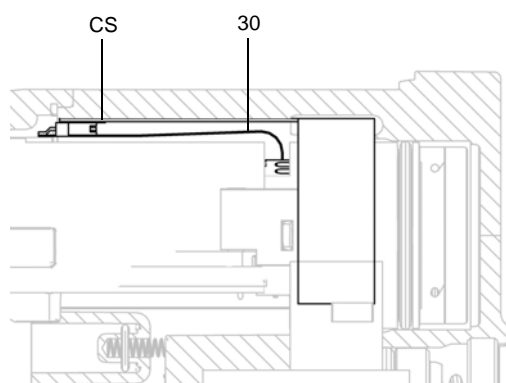

Fig. 37. Podłączyć obwód elastyczny
5. Aby oddzielić zasilacz (7) od turbiny (8), należy odłączyć 3-przewodowe złącze taśmowe (PC) od zasilacza. Patrz FIGURE 37.
- Wprowadzić zespół zasilacza/turbiny do korpusu pistoletu (10). Upewnić się, że taśmy uziemienia (EE) wchodzi w kontakt z korpusem pistoletu.
Dotyczy tylko modeli Smart: ustawić złącze 6-stykowego obwodu elastycznego (30) równo z gniazdem (CS) na górze korpusu pistoletu. Patrz FIGURE 37.